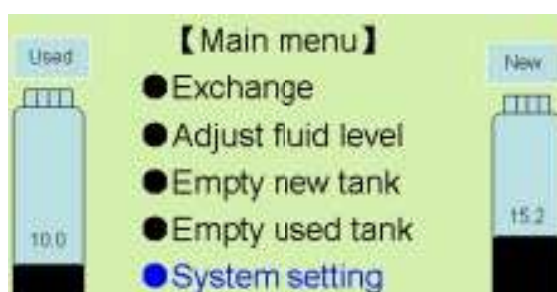

Рис. 16
- 1) В главном меню выберите пункт «System setting» как показано на Рис. 16. и нажмите кнопку